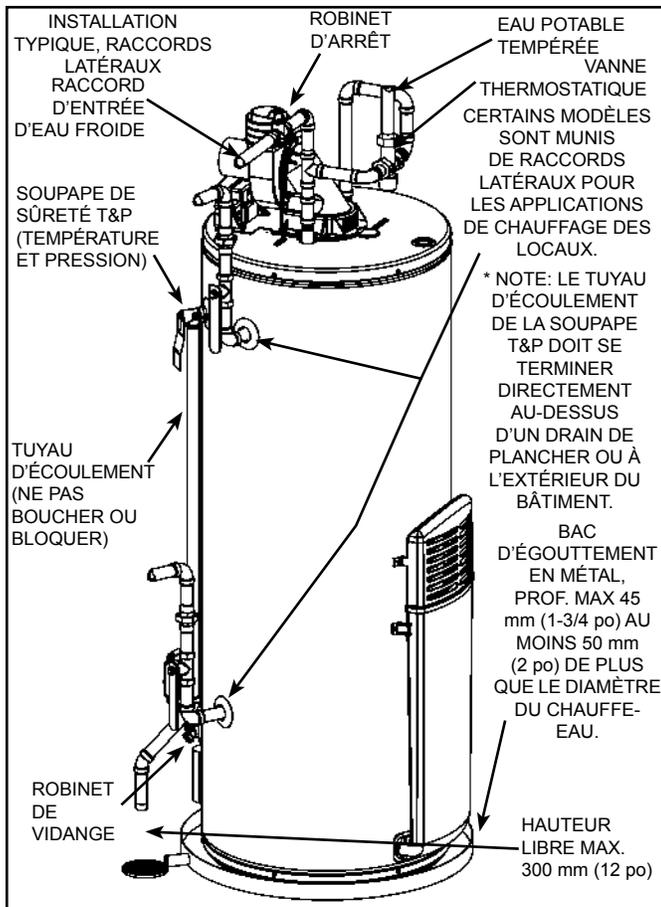
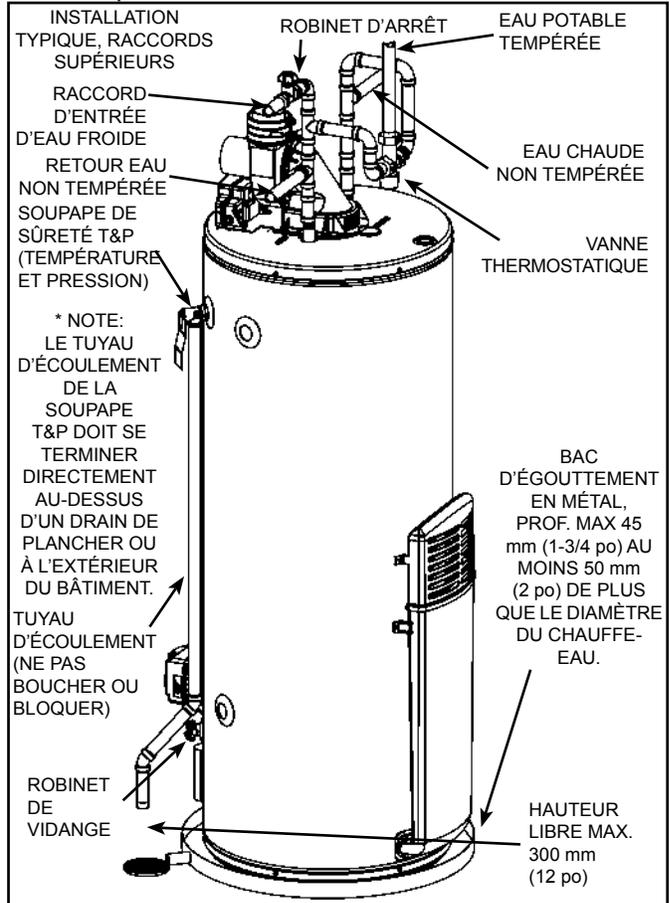

Figure 8
Figure 9
À la livraison, les raccords latéraux des modèles pour le chauffage combiné sont **BOUCHÉS** (items 8 et 13, dans Figure 1, voir aussi Figure 8 et Figure 22). Si le chauffe-eau est utilisé dans une application de chauffage combiné nécessitant des raccordements latéraux, il faut retirer les bouchons les obstruant.
En plus de régler l'appareil à la plus faible valeur permettant de satisfaire vos besoins en eau chaude, vous pourriez installer une vanne thermostatique directement à la sortie du chauffe-eau (voir Figure 8 et Figure 9) ou des robinets thermostatiques aux points d'utilisation. Les robinets et vannes thermostatiques sont vendus dans la plupart des plomberies et quincailleries. Consultez un installateur qualifié ou un centre de service. Suivez les directives d'installation du fabricant du robinet ou de la vanne thermostatique. Avant de modifier les réglages d'usine du thermostat, veuillez lire la section "Fonctionnement du système de commande de la température" du présent manuel.